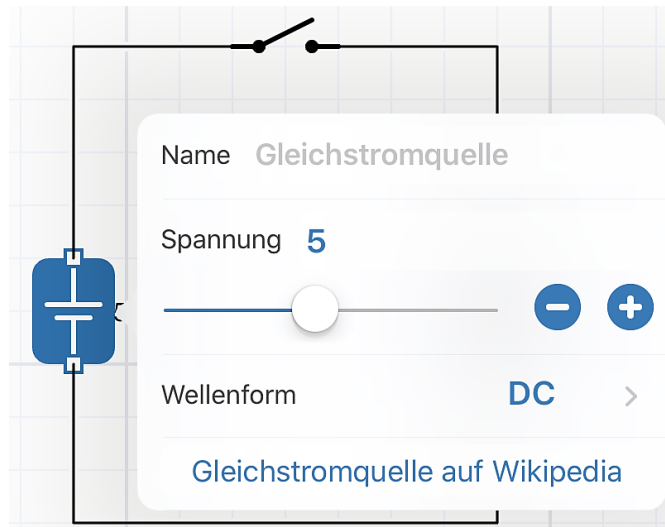

Abb. 7: Bauteileinstellungen
6. Nun können die Bauteilwerte eingestellt werden. Hierzu tippen Sie zwei Mal mit dem Finger auf das auszuwählende Bauteil. Es öffnet sich nun ein Menü (Abb. 7), in dem unterschiedliche Bauteilwerte eingestellt werden können.